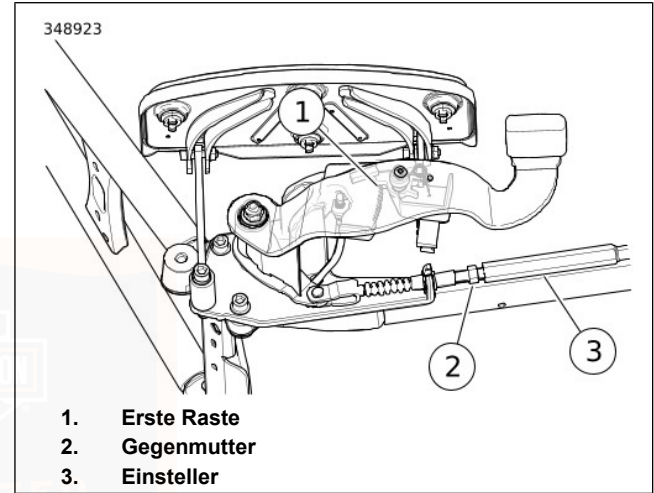

Abbildung 56. Einstellung der Feststellbremse
3. Siehe Abbildung 56. Die Muffe zurückziehen. Gegenmutter lockern.